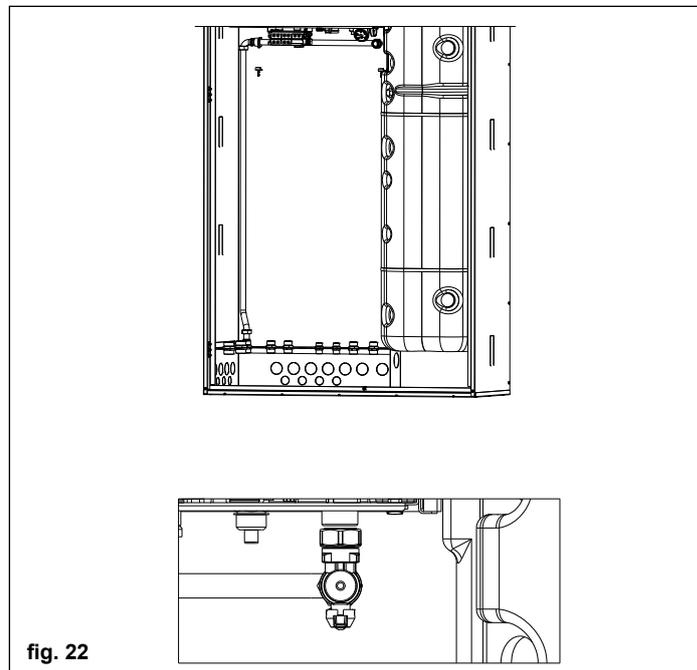

fig. 22
- assemblare la rampa gas e la prolunga come indicato in fig. 22